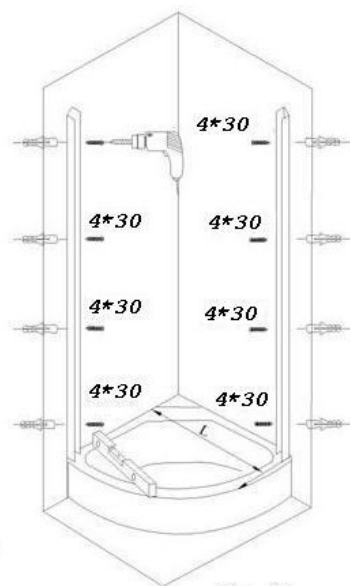

Рис. 2
3. Установка душевого ограждения (рис.2, 3)
С помощью уровня и карандаша отметьте на стене строго вертикальную линию крепления душевого ограждения. Вытащите боковые регулировочные профили из боковых профилей, приложите их к стене по отмеченной линии и отметьте места для сверления отверстий для крепления боковых регулировочных профилей к стене. Просверлите отверстия в стене, установите дюбели /16/. Прикрепите боковые регулировочные профили к стене с помощью саморезов 4*30 /17/ (рис.2).